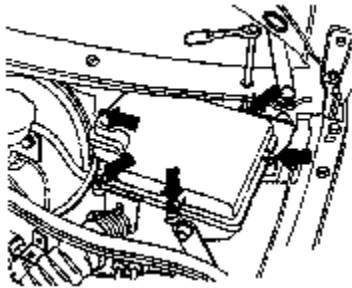

图 11-112 拆卸中央继电器和继电器支架
- ③ 如图 11-112 所示。向下拆除中央电器 B 和继电器支架 A。